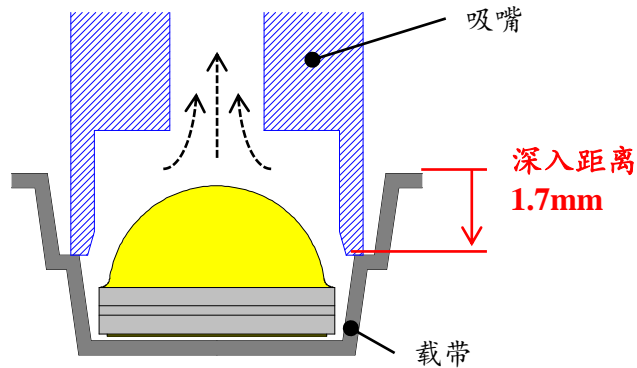

图6. 推荐吸取高度
- 如图6所示，吸取时将吸嘴深入到载带口袋中。吸嘴的高度为距离载带表面1.7mm的位置。